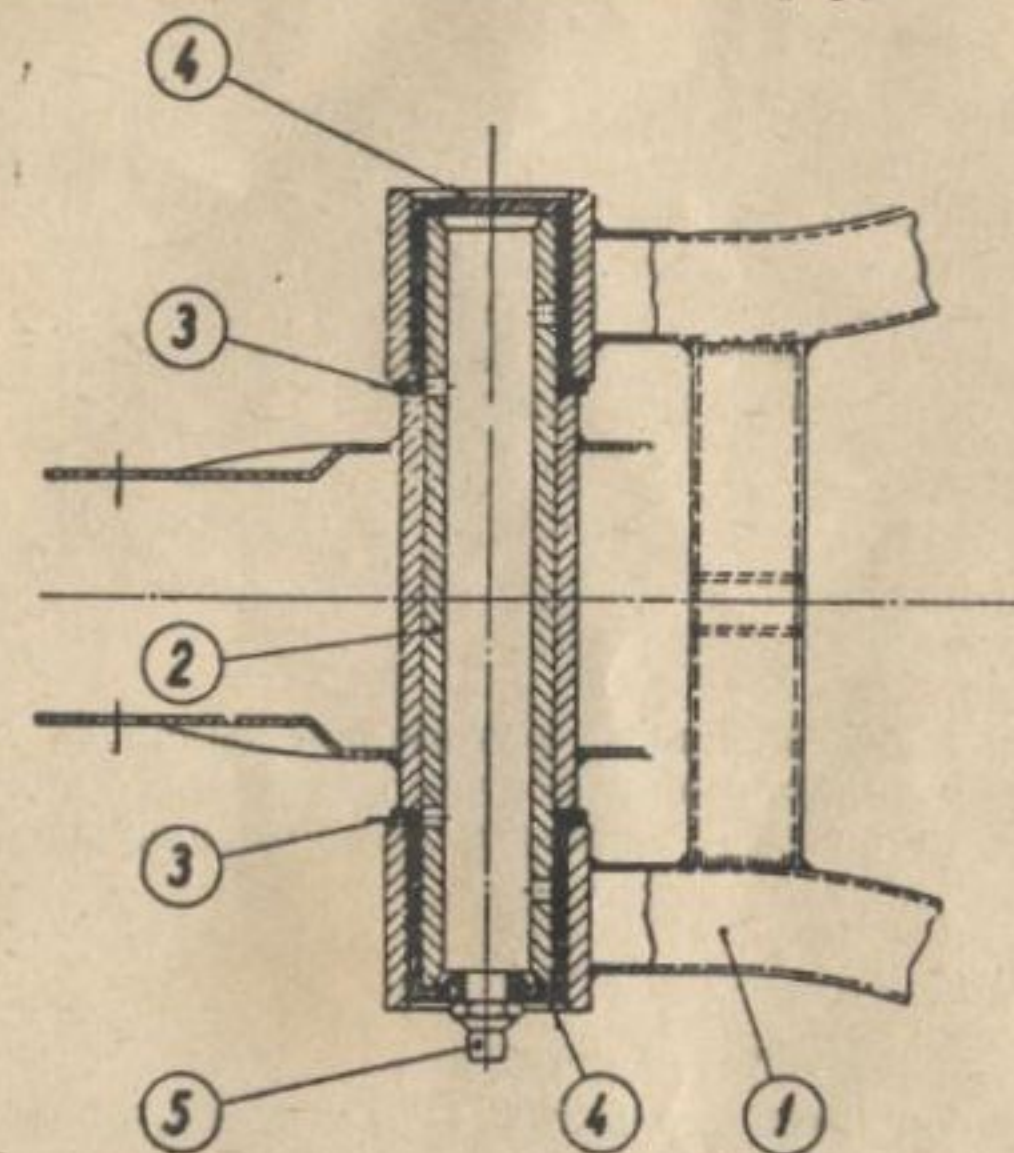

Рис. 26. Разрез подвески качающейся вилки.
- а) Поочередно надеть все поршневые кольца, как показано на рис. 26.